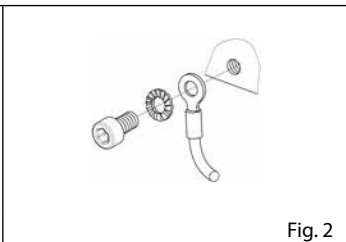
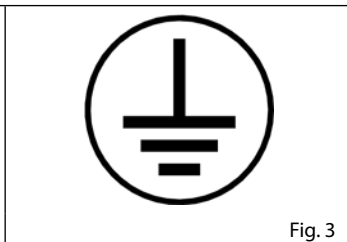

Fig. 2
Fig. 3
- 4.11 **The pump must be grounded** using the appropriate connection element consisting of stainless steel screw and toothed washer (fig. 2) secured to the side cover using the threaded screw marked with the ground symbol label (fig. 3) as also referred to in the use and maintenance manual and technical data booklet (when present). The conductor used must be of adequate cross section (roughly the same section of the conductors in the motor power supply cable) and should not be subjected to mechanical stress. The pump, the electric motor and the related coupling groups must be connected to the ground and have the same level of electric potential.
- 4.11 **La pompe doit être mise à la terre** en utilisant l'élément de connexion, composé d'une vis inox et d'une rondelle dentelée inox (fig.2), à fixer sur le couvercle latéral moyennant le trou fileté, repéré sur l'étiquette par le symbole de la terre (fig.3), comme indiqué également dans le manuel d'utilisation et d'entretien ou sur la fiche technique (le cas échéant). Le conducteur utilisé doit être d'une section appropriée (avoir de manière indicative la même section des conducteurs utilisés pour réaliser le câble d'alimentation du moteur) et ne doit pas être soumis à des sollicitations ou contraintes mécaniques. La pompe, le moteur électrique et les groupes d'accouplement doivent être mis à la terre et présenter le même potentiel électrique.